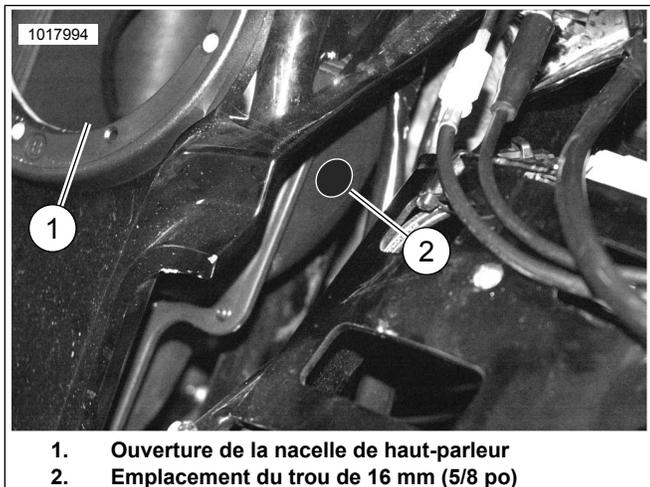

Figure 23. Emplacement des trous
Voir la figure 23. De l'intérieur de l'ouverture de la nacelle de haut-parleur (1), percer un trou de 16 mm (5/8 po) (2) dans la zone générale de la surface plate.